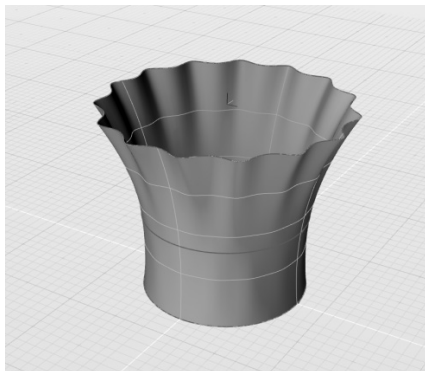

图 4-65 获得的蒙皮曲面
2) 激活“蒙皮”工具, 当控制台提示“拾取要进行蒙皮操作的曲线”时, 依次选取 3 条曲线, 按〈Enter〉键或空格键确认, 获得图 4-65 所示的结果。